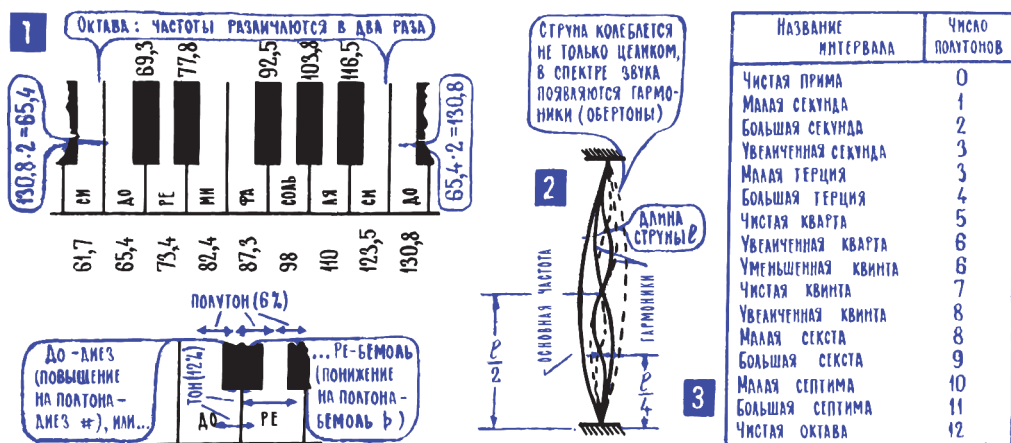
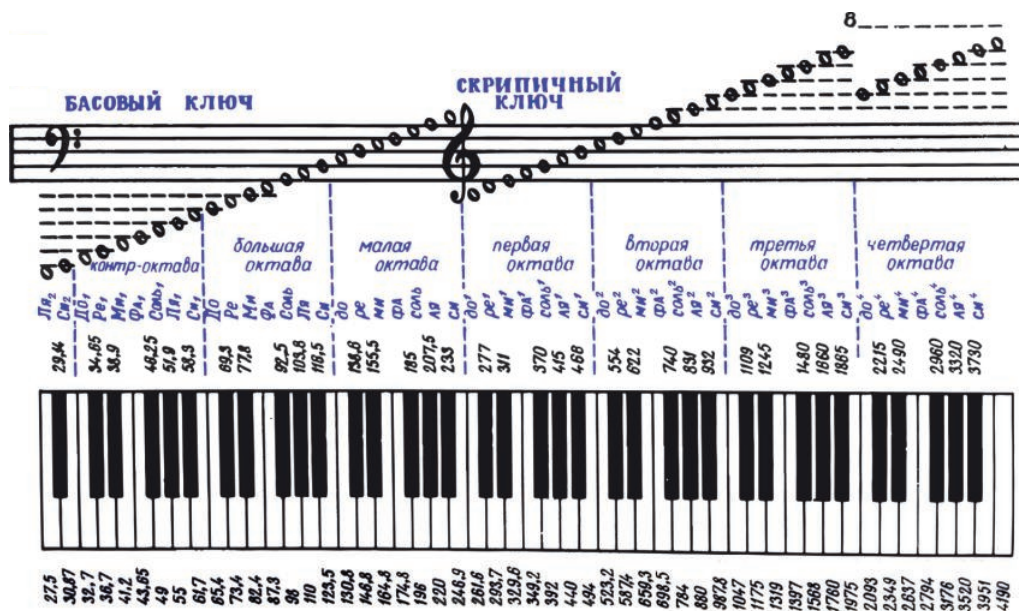

Рис. 14.1. Устройство музыкальной октавы
Рис. 14.2. Устройство и частоты хроматической музыкальной шкалы
**3. Октава: частотный интервал между звуками, частота которых различается в два раза и звучание которых поэтому кажется похожим.** Похожесть некоторых разных музыкальных звуков легко обнаруживается, если, например, прислушаться к звучанию двух разных *до* или любых других двух звуков с одинаковыми названиями. Явно слышится, что частота у двух таких одноименных звуков разная, что одно *до* намного выше другого, но в то же время явно слышится, что они чем-то очень похожи. Заметить признаки такой похожести тоже нетрудно: частота любого *до* ровно в два раза больше, чем предыдущего, и ровно в два раза меньше, чем последующего. Это относится ко всем одноименным нотам: у двух соседних *ре*, двух соседних *ми* и т. д. частота всегда различается в два раза. Этот частотный интервал «в два раза» называется октавой (рис. 14.1; 1), а кроме того, октавой называют все звуки, которые лежат в пределах этого интервала, все ноты, которые находятся между двумя соседними *до*.
Чтобы сделать предположение о физической природе похожести звуков с кратными частотами, достаточно посмотреть, как происходит колебание реальной струны (рис. 14.1; 2). Струна колеблется не только целиком, но еще и своими отдельными частями, колебательные движения совершают половинки струны, четвертушки, участки, равные одной трети длины, одной пятой и т. д. Эти дополнительные колебания как раз и создают высшие гармоники в звуковом спектре струны, создают призвуки, которые определяют ее спектр, окраску звучания. А когда струна работает как приемник звука (гл. 7; 10), то она резонирует не только на основной частоте, но и на обертонах, на высших гармониках. Например, струна, настроенная на 110 Гц (для большой октавы, см. рис. 14.2), будет резонировать и на частотах 220 Гц, 330 Гц, 440 Гц... Можно предположить, что наши природные акустические резонаторы, подобно струне, резонируют на высших частотах, кратных основной частоте, и особенно сильно на частотах, которые в два,
В пределах октавы – 12 частотных ступенек «высотой» примерно в  $6\frac{1}{2}\%$  (рис. 14.1; 1); если 12 раз последовательно увеличивать или уменьшать частоту на  $6\frac{1}{2}\%$ , то в итоге получится изменение частоты на 100 %, то есть в два раза. Частотный интервал между двумя соседними нотами получил название «полутон», интервал в два полутона называется «тон». В пределах октавы – 12 полутонов, на всей музыкальной шкале семь полных октав, и каждая из них имеет свое название (рис. 14.2).
4. Одновременное звучание двух нот в зависимости от соотношения между их частотами может быть **благозвучным** (консонанс) или **неблагозвучным** (диссонанс). Одновременное звучание двух нот с интервалом в октаву, то есть звуков, частоты которых различаются в два раза, создает ощущение единого слитного звука. Называется такое созвучие «совершенным консонансом», то есть идеально согласованным звучанием, чистой октавой (рис. 14.1; 3). Кроме совершенного консонанса, наблюдаются еще и другие благозвучные сочетания, они появляются в том случае, когда оказываются согласованными некоторые гармоники двух звуков. Так, например, консонансом в какой-то степени можно считать чистую квинту, при которой частота 3-й гармоники одного звука совпадает с частотой 2-й гармоники другого. Пример: третья гармоника ля малой октавы имеет частоту  $220 \cdot 3 = 660$  Гц, вторая гармоника ми1 (то есть ми первой октавы) имеет частоту  $329,6 \cdot 2 \approx 660$  Гц. Созвучие ля-ми, как и другие созвучия с интервалом в семь полутонов, называется квинтой, его вполне можно считать консонансом, хотя и несовершенным. К числу несовершенных консонансов также относятся кварта и терция, все остальные созвучия – диссонансы, то есть несогласованные, неблагозвучные звуко сочетания.